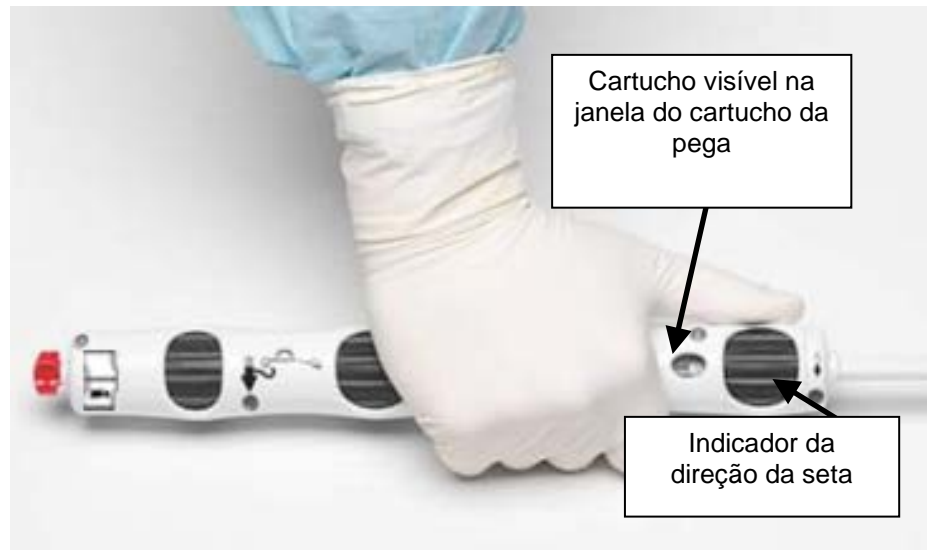

Figura 4.3: Cartucho visível na janela do cartucho da pega
- c. Insira a extremidade proximal do cartucho na base distal da pega e rode o botão de controle na direção indicada pela seta preta para engatar o cartucho. Pare de rodar o botão de controle assim que a extremidade proximal do cartucho for visível na janela do cartucho (Figura 4.3).